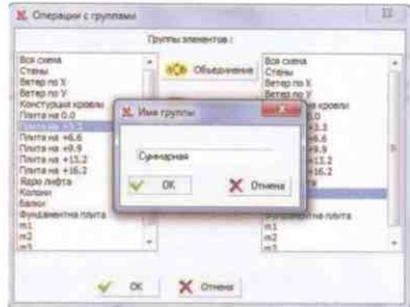

Рис. 6.6-6. Диалоговое окно **Имя группы**
- в диалоговом окне **Имя группы** (рис. 6.6-6) задать имя результирующей группы и нажать кнопку **ОК**.